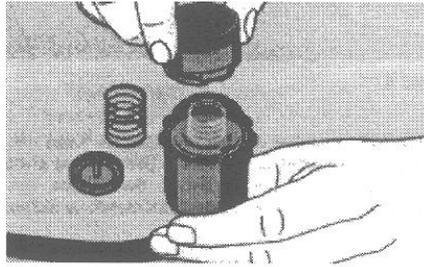

Figura 3
- Girar a capa, desengatar dos cames de travamento que estão posicionados na parte de baixo do interruptor (Figura 3) e em seguida retirá-la.